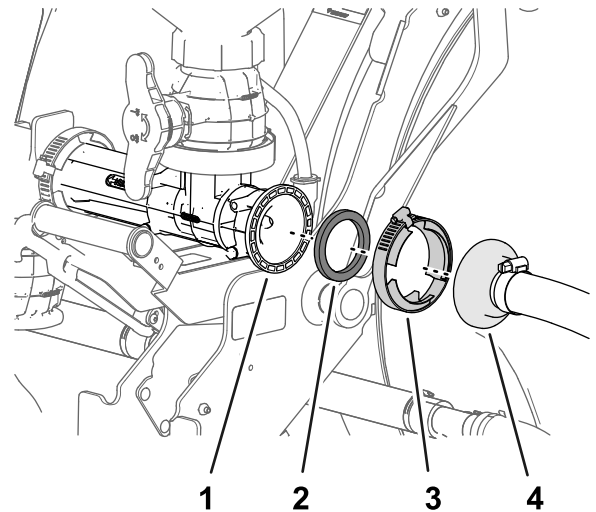

图 31
1. 使用一个垫圈和法兰夹具将清洁加药器供水软管的直通宝塔接头松松地组装到清洁加药器凸缘上图 31。